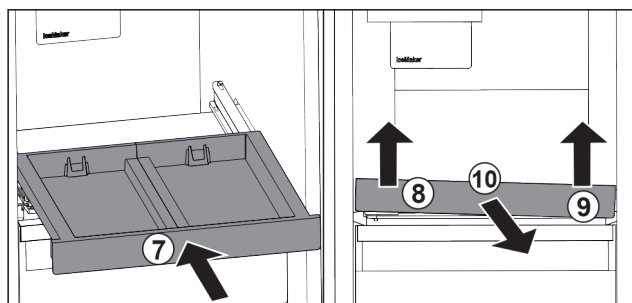

Fig. 27
- ▶ Вкарайте изтеглящата се дъска. Fig. 27 (7)
- ▶ Повдигнете изтеглящата се дъска отпред отляво. Fig. 27 (8)
- ▶ Повдигнете изтеглящата се дъска отпред отдясно. Fig. 27 (9)
- ▶ Извадете изтеглящата се дъска напред. Fig. 27 (10)